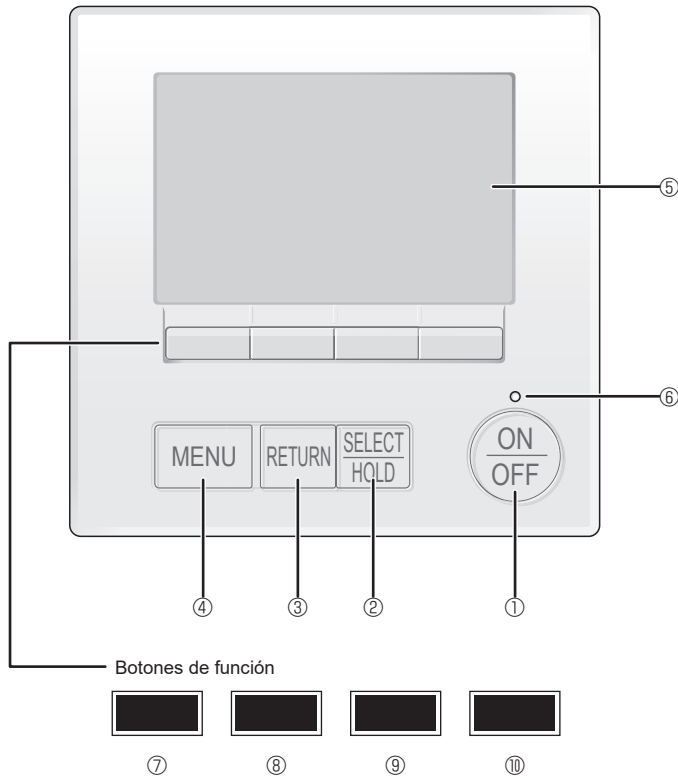

Fig. 7-1
7.2.1. Al usar el mando a distancia MA con cable (Fig. 7-1)
① Botón [ON/OFF]